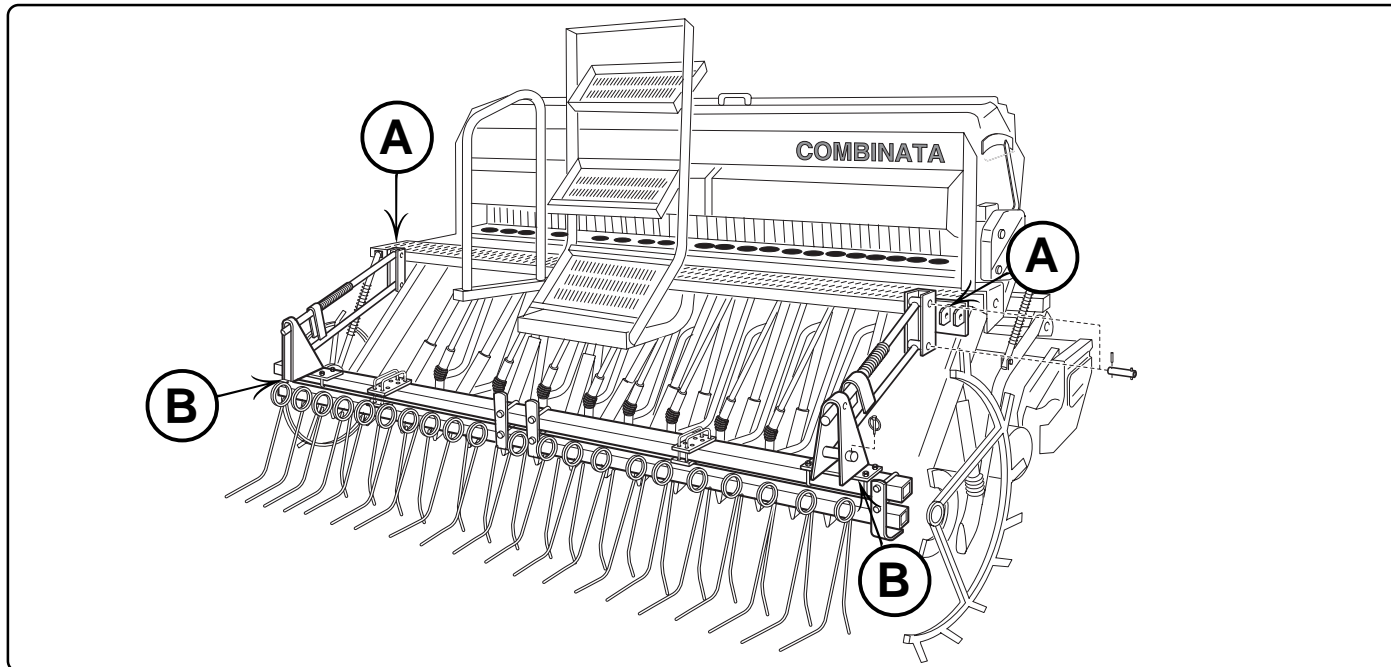

Fig. 3
- 1) Montare i bracci paralleli dell'erpice sulle staffe del telaio (A Fig. 3), centrare l'erpice a molle e fissarlo ai bracci (B Fig. 3).
- 1) *Assemble the parallel arms of the harrow onto the frame brackets (A, Fig. 3), center the spring harrow and assemble it onto the arms (B, Fig. 3).*
- 1) Die parallelen Ausleger der Egge auf die Bügel des Rahmens montieren (A Abb. 3), die gefederte Egge zentrieren und sie an den Auslegern befestigen (B Abb 3).
- 1) *Monter les bras parallèles de la herse sur les brides du châssis (A Fig. 3), centrer la herse à ressorts et la fixer aux bras (B Fig. 3).*
- 1) Monte los brazos paralelos de la grada en las abrazaderas del bastidor (A fig. 3), centre la grada de muelles y fíjela a los brazos (B Fig. 3);